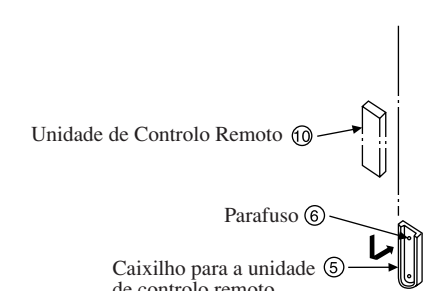

Fig. 6-1
6. Montagem do interruptor de controlo remoto (ver Fig. 6-1 e 6-2)